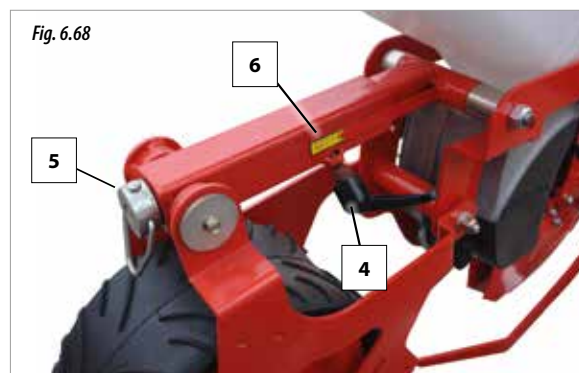

Fig. 6.68
- 1- Aflojar la palanca de fijación (4, Fig. 6.68)
- 2- Girar la manivela (5, Fig. 6.68), hasta la profundidad de siembra deseada, para regular la profundidad de siembra, ayúdense con el indicador y la escala graduada de 0 a 10 (6, Fig. 6.68).
- 3- Fijar la profundidad de siembra apretando la palanca (4, Fig. 6.68).